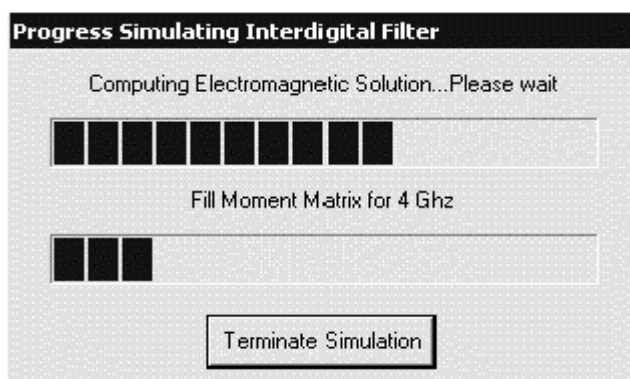

Рис. 4.16
2. Выберите **Simulate > Analyze** (Моделирование > Анализ) в выпадающем меню или щёлкните левой кнопкой мышки по значку **Analyze** на панели инструментов. Индикатор хода работы показывает, на какой частоте и на каком шаге выполняется анализ (рис. 4.16). Когда индикатор хода работы исчезает, моделирование закончено.